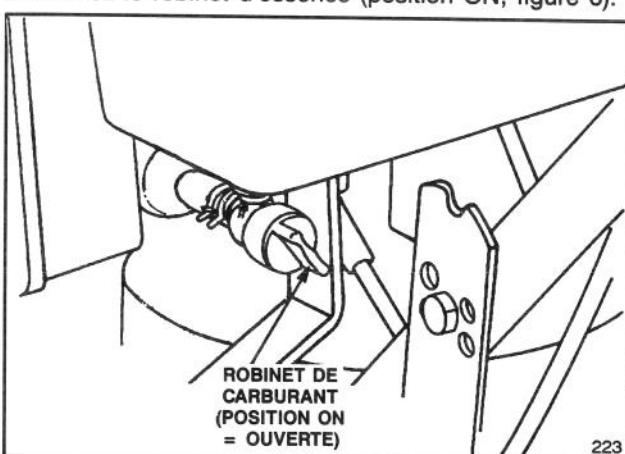
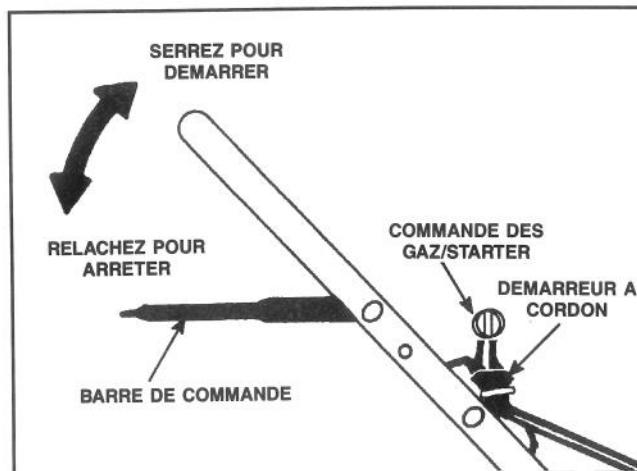
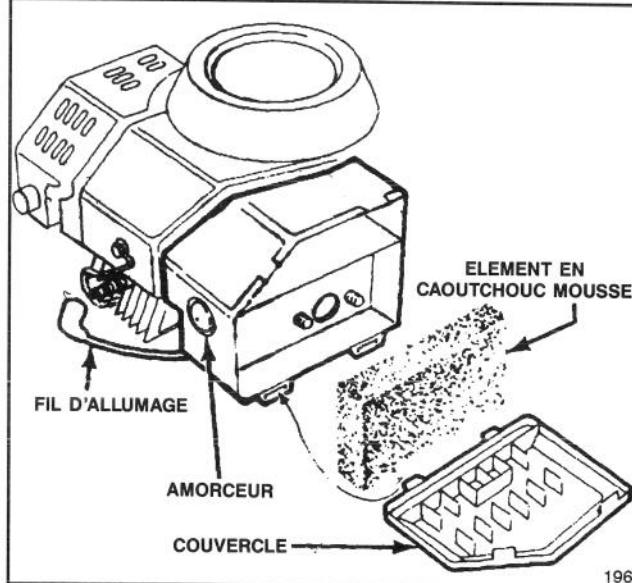

Figure 6
Figure 7
Figure 10
3. Ouvrez le robinet d'essence (position ON, figure 6).
**1. COMMANDES** (figure 7)—La commande des gaz, la barre de commande et le démarreur manuel se trouvent sur la partie supérieure du guidon.
**2. DEMARRAGE**—Enfoncez le fil d'allumage sur la bougie (figure 10). Réglez la commande des gaz (figure 6) sur CHOKE. Couvrez le trou central de l'amorceur avec le pouce et appuyez une fois (figure 10). Serrez la barre de commande contre la poignée. Tirez le démarreur (figure 7) jusqu'à ce qu'il y ait enclenchement, puis tirez vigoureusement pour faire démarrer le moteur. Réglez les gaz au niveau voulu une fois le moteur en marche.
**3. ARRET** (figure 7)—Relâchez la barre de commande et restez derrière le guidon jusqu'à ce que le moteur et la lame s'immobilisent. Débranchez le fil d'allumage de la bougie lorsque vous vous apprêtez à laisser la tondeuse sans surveillance ou lorsque vous avez fini de vous en servir.
1. Arrêtez le moteur et débranchez le fil de la bougie (figure 10).
2. Soulevez les languettes du dessus du couvercle du filtre à air et faites pivoter le couvercle vers le bas. Nettoyez soigneusement le couvercle (figure 10).
3. Si l'extérieur de l'élément en caoutchouc mousse est sale, sortez cet élément du corps du filtre à air (figure 10) et nettoyez-le avec soin.